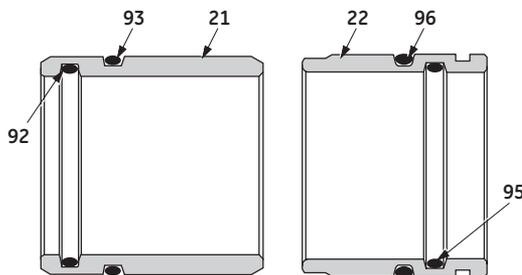

Figura 4 - Disposição do anel de vedação opcional
- E. Os componentes que deverão sair do eixo (19) são: a embalagem (17), o anel da caixa da embalagem (23 ou 100), o tubo espaçador (20) e a bucha-guia superior (21).
Nota: O tubo espaçador (20) e a bucha-guia superior (21) podem ficar retidas no corpo. Estas peças devem ser removidas. O tubo espaçador (20) somente pode ser retirado puxando-o pela ponta do castelo do corpo. A bucha-guia superior (21) pode ser retirada através do corpo após a remoção do bujão ou puxando-a pela ponta do castelo do corpo. Em válvulas projetadas para uso em serviço com lama ou viscoso, a bucha-guia superior possui um anel de vedação interno (92) e um anel de vedação externo (93), e a bucha-guia inferior possui um anel de vedação interno (95) e um anel de vedação externo (96) (consulte Figura 4).